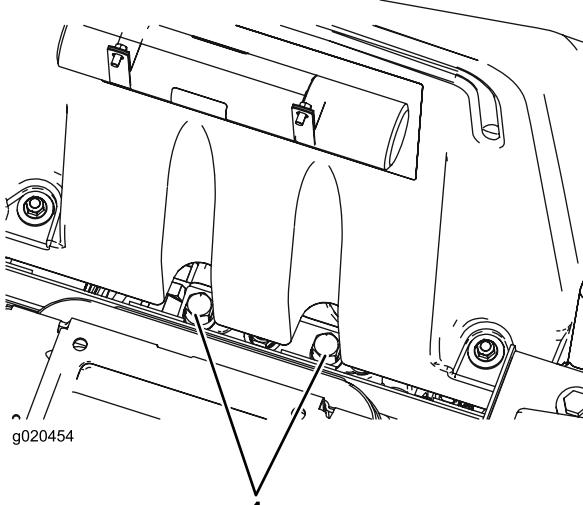

Bild 54
1. Klappen Sie den Sitz hoch und ermitteln Sie die Sicherheitsventile, die sich unter der Vorderseite des Kraftstofftanks befinden (Bild 54).